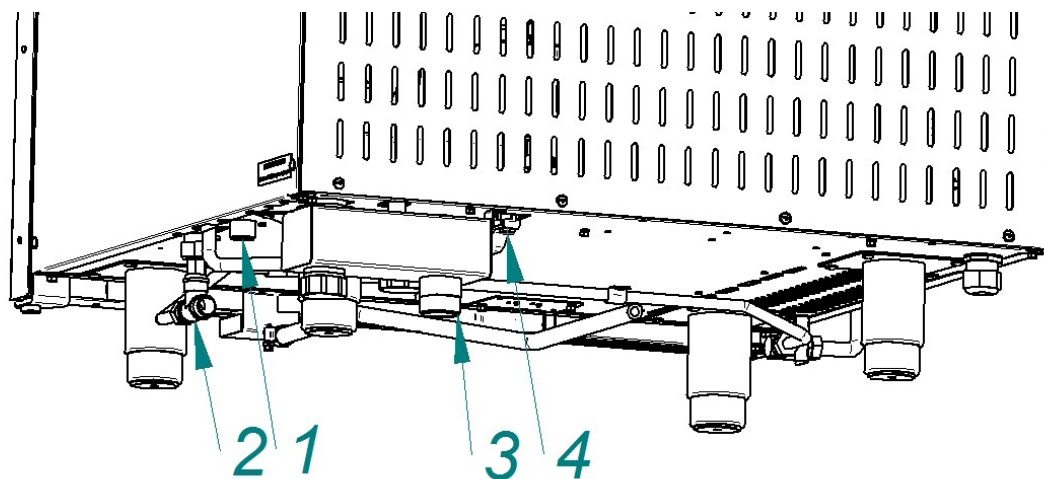
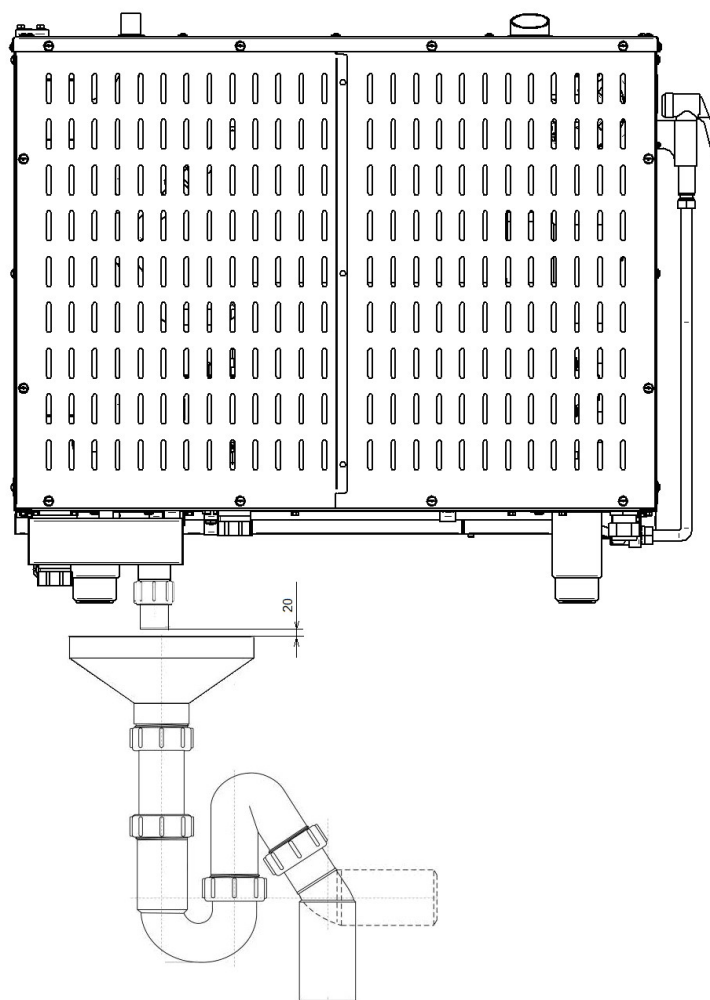

Рис.4 Подключение к системе водоснабжения
Рис. 5. Подключение к системе канализации
• G3/4 (см. рис.4 поз.1 (наружная резьба)) – парогенератор. Подключать через водоумягчительную установку (водородно-ионного обмена). Рекомендуется использовать фильтр BRITA PURITY C300 Quell ST.
- G1/2" (см. рис.4 поз.2 (наружная резьба)) – душевое устройство и охлаждение коллектора. Допускается подключать к неподготовленной воде.
- установить кран слива с парогенератора (см. рис.4 поз.4) в положение «Закрыто»;
- используя шланг из комплекта поставки, подключить пароконвектомат к системе канализации (см. рис.5). Шланг подключить через штуцер с резьбой G1 1/4" (рис.4 поз.3). Подключение к канализации выполнить с разрывом струи не менее 20мм от верха приемной воронки (СНиП 2.04.01-85 п. 17.11).